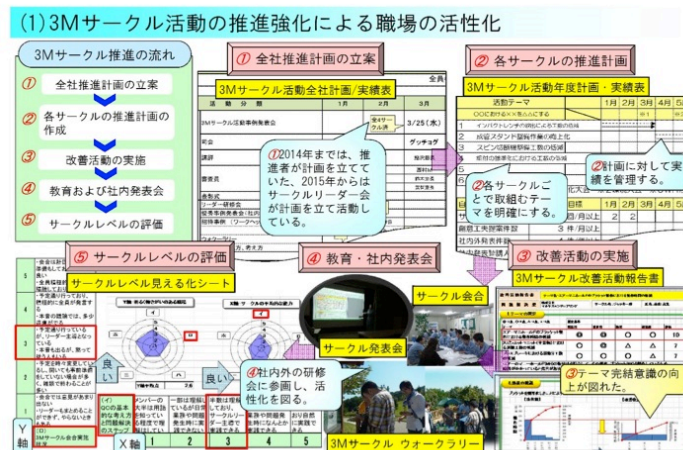

図6. 3Mサークル推進の流れ
- 1) サークル活動においては、マルヤス・セキソーグループの「リーダー研修会」に参画し、サークルリーダーのレベル向上を図ったことで、「3Mサークル」[5] 活動年度推進計画・実績書」を作成することにより、重点活動を明確化し、目標に向けて改善活動を推進することで、社員のテーマ完結意識の向上、サークル活動へのやりがいの向上につながった。3Mサークル推進の流れを図6に示す。